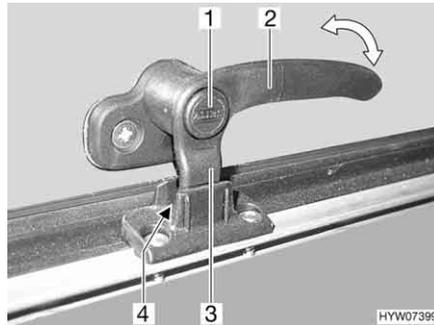
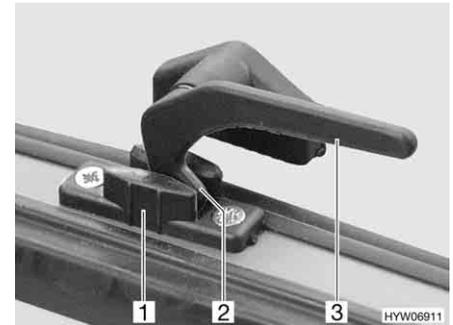

Fig. 76 Leva di serraggio con bottone di sicurezza in posizione "Aerazione continua"
Fig. 77 Leva di serraggio in posizione "Aerazione continua"
- In posizione di "Aerazione continua" (Fig. 76 e Fig. 77)
- Se presente, premere e tenere premuto il bottone di sicurezza (Fig. 76,1).
- Ruotare tutte le leve di serraggio (Fig. 76,2 o Fig. 77,3) di un quarto di giro verso il centro dell'oblò.
- Girare nuovamente all'indietro tutte le leve di serraggio. Contemporaneamente riportare il nasello di chiusura (Fig. 76,3 o Fig. 77,2) nella rientranza del bloccaggio dell'oblò (Fig. 76,4 o Fig. 77,1).